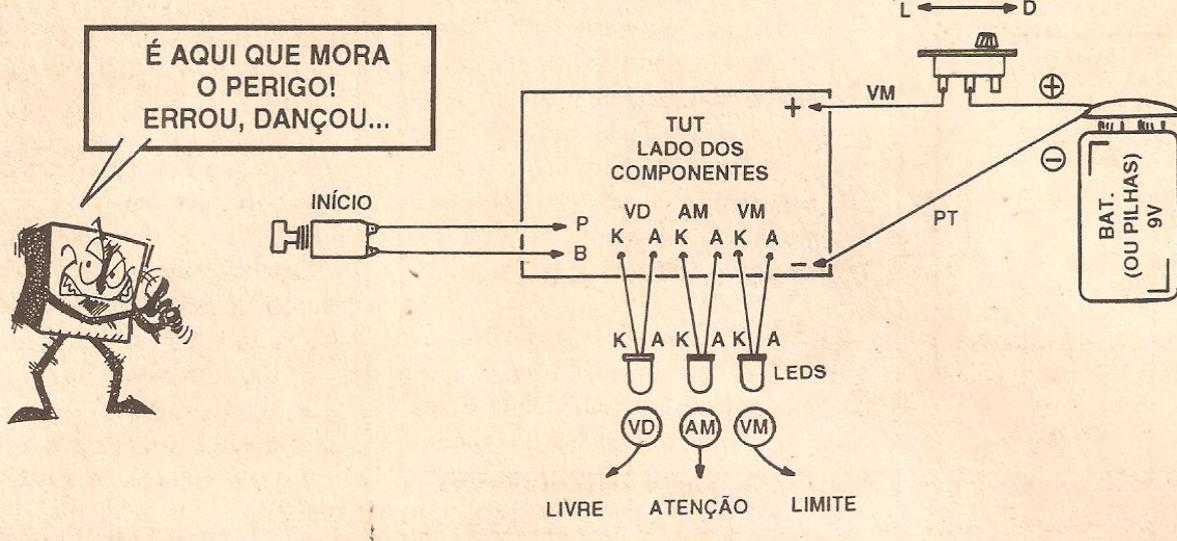

FIG. 5
- FIG. 5 - CONEXÕES EXTERNAS À PLACA - São poucas (e fáceis) as ligações externas à placa, mas exigem (como tudo, na Eletrônica Prática...) uma boa dose de ATENÇÃO... Com a placa ainda vista pelo lado dos componentes (embora a ênfase seja para as conexões “periféricas”), não cobreado, notar inicialmente a polaridade da alimentação, lembrando do “velho” código de fio vermelho para o positivo e fio preto para o negativo (entre o “clip” da bateria e, respectivamente, os pontos “+” e “-” da placa...). O interruptor geral, como é convencional, pode ser intercalado no fio do positivo da alimentação (vermelho). Quanto ao push-button (interruptor de pressão), não tem polaridade de terminais, que assim podem ser indiferentemente ligados aos pontos “P-B” da placa. A parte que exige maior cuidado, nas ligações externas, refere-se aos LEDs, suas cores e identificação de terminais... Observar ainda os “nomes” ou rótulos dados aos três LEDs (LIVRE, para o verde, ATENÇÃO, para o amarelo e LIMITE, para o vermelho), já que
- FIG. 6 - O ACABAMENTO... - O TEMPORIZADOR DE UTILIZAÇÃO TELEFÔNICA (TUT) destina-se a uso, obviamente, junto ao próprio aparelho de telefone (detalhes do funcionamento e controles, mais adiante...). Assim, nada mais lógico do que posicionar a caixa com o circuito **sob** o telefone... Para tanto, o **lay out** do **container**, seu painel e seu acabamento, podem ficar “nos conformes” da sugestão mostrada... Observar o posicionamento do pequeno **display** de LEDs (verificando as cores na fig. 5), do push-button (rotulado com “INÍCIO”) e interruptor geral... Certamente, se o aparelho telefônico anexo for do tipo “de parede”, essa versão para o acabamento não será conveniente, caso